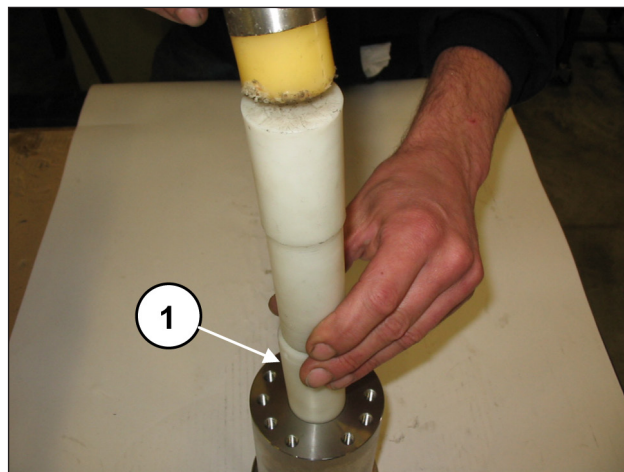
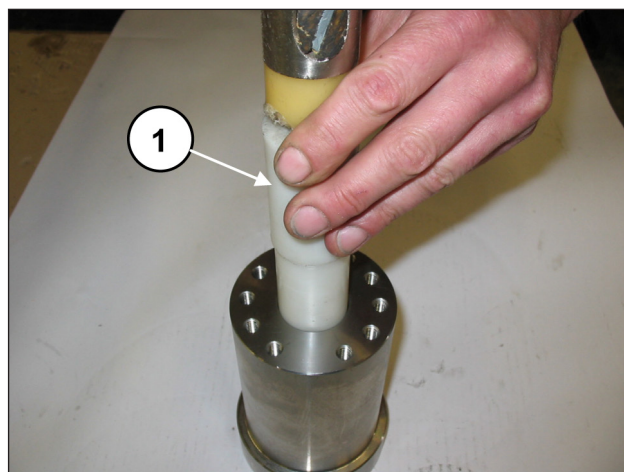

Fig. 130
Fig. 131
Para garantizar una correcta posición axial del casquillo utilizar la herramienta (cód. 27911200 para SK20, cód. 27911400 para SK22, cód. 27911500 para SK24, cód. 27911600 para SK26, cód. 27911700 para SK28 y cód. 27911800 para SK30) (pos. ①, Fig. 130 y Fig. 131).